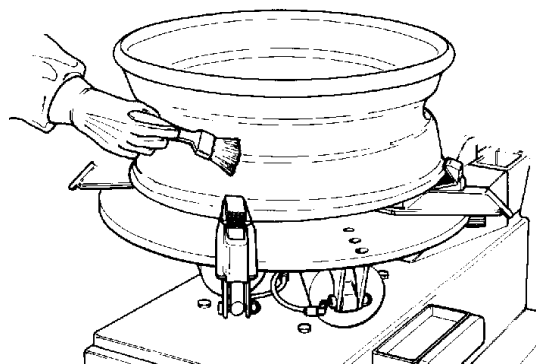

Fig.18
**A.** Limpie toda la superficie de la llanta (Fig. 18).